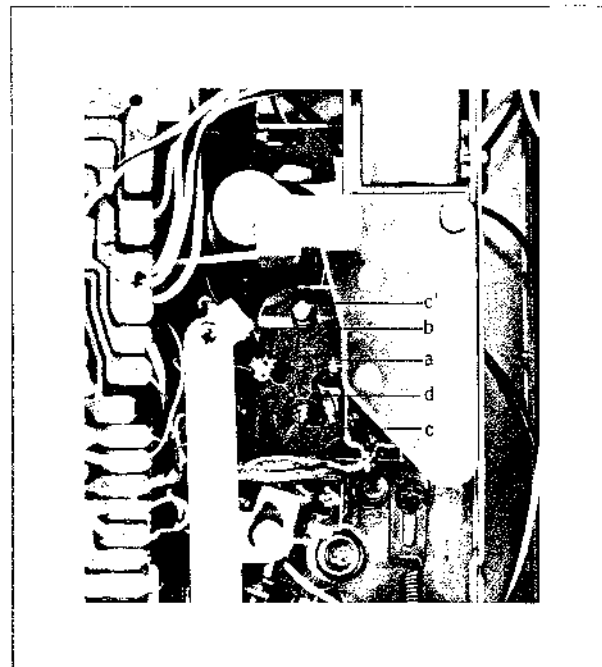

Fig. 1
2) HEIGHT ADJUSTMENT (See Fig. 1)